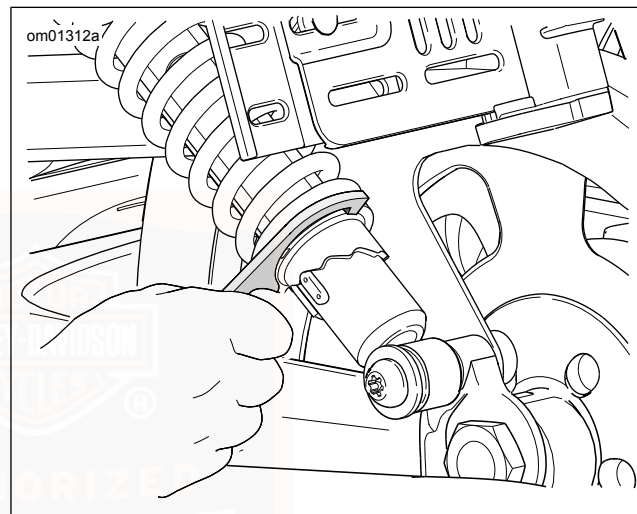

Abbildung 13. Einstellung der Hinterradstoßdämpfer: VRSCF
1. Siehe Abbildung 13. Ein STOSSDÄMPFER-EINSTELLSCHLÜSSEL (TEILE-NR.: 94448-82B) am unteren Ring des Stoßdämpfers ansetzen.